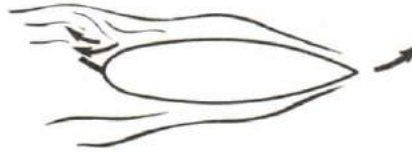

Figure 6-17
2. If you sit in a moving boat and place your hand over the side into the water, you immediately feel the water pulling on your hand. The more you turn the palm of your hand into the stream, the greater is the pull of the water. If your hand is over the port side, then there is a greater pull back of water on the port side than there is on the starboard side. In other words, the port side is trying to go slower than the starboard side. But since the port and starboard sides are joined together, the only way the port side can go slower is for the ship to turn in a circle to port, and this is exactly what will happen. See Figure 6-17.
2. Si vous êtes assis dans une embarcation en mouvement et si vous laissez traîner la main dans l'eau, vous sentez immédiatement que l'eau exerce une pression sur votre main. Plus vous infléchissez la paume de la main contre le courant, plus la pression de l'eau est forte. Si vous plongez la main à bâbord, l'eau résiste davantage sur le côté bâbord de l'embarcation que sur le côté tribord. En d'autres termes, le côté bâbord essaye d'aller moins vite que le côté tribord. Mais puisque les deux côtés du navire sont fixés l'un à l'autre, la seule façon pour le côté bâbord de ralentir est de faire décrire à l'embarcation un virage sur bâbord; c'est d'ailleurs exactement ce qui se produit (voir la figure 6-17).